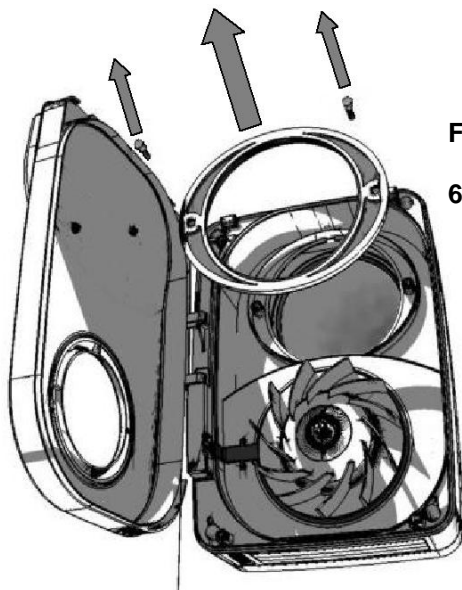

Fig.25
3. Verwijder de vasthoudplaat. Schuif voorzichtig de warmtewisselaar open (Fig. 25 & 26) en was in warm water met behulp van een milde detergent, droog dan zorgvuldig af en stel opnieuw samen in omgekeerde volgorde als hierboven.